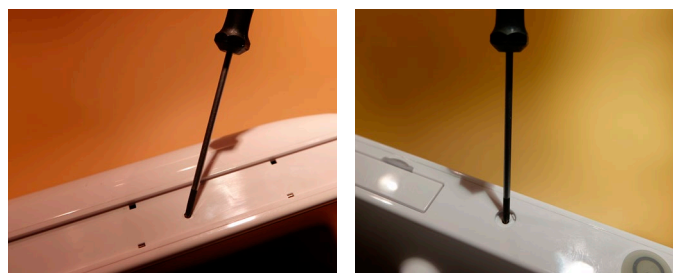

Figure 6 - Retrait des vis
e) Retirer les vis des quatre côtés de l'écran (Figure 6)